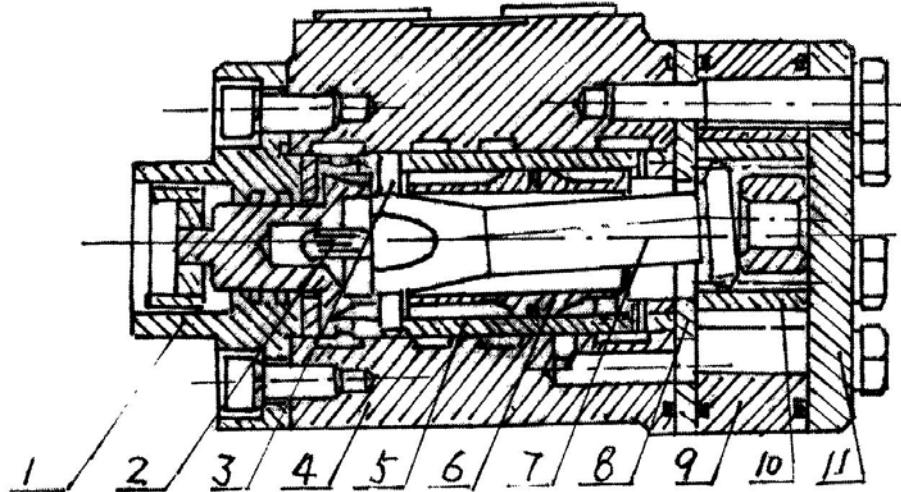

Рис. 11. Структура полного гидравлического рулевого привода.
- А.Структура полного гидравлического рулевого привода указана на Рис. 11. Вращающий механизм клапана, который состоит из клапанного элемента (7), вкладыша клапана (6) и корпуса клапана (5), регулирует направления потока гидравлического масла. Статор (9) и ротор (10) создают пару функциональности циклоидального зацепления в качестве клапана управления потока, который впускает масляный поток в рулевой цилиндр пропорционально углу вращения рулевого колеса. Соединяющий вал (8) передает вращающий крутящий момент.